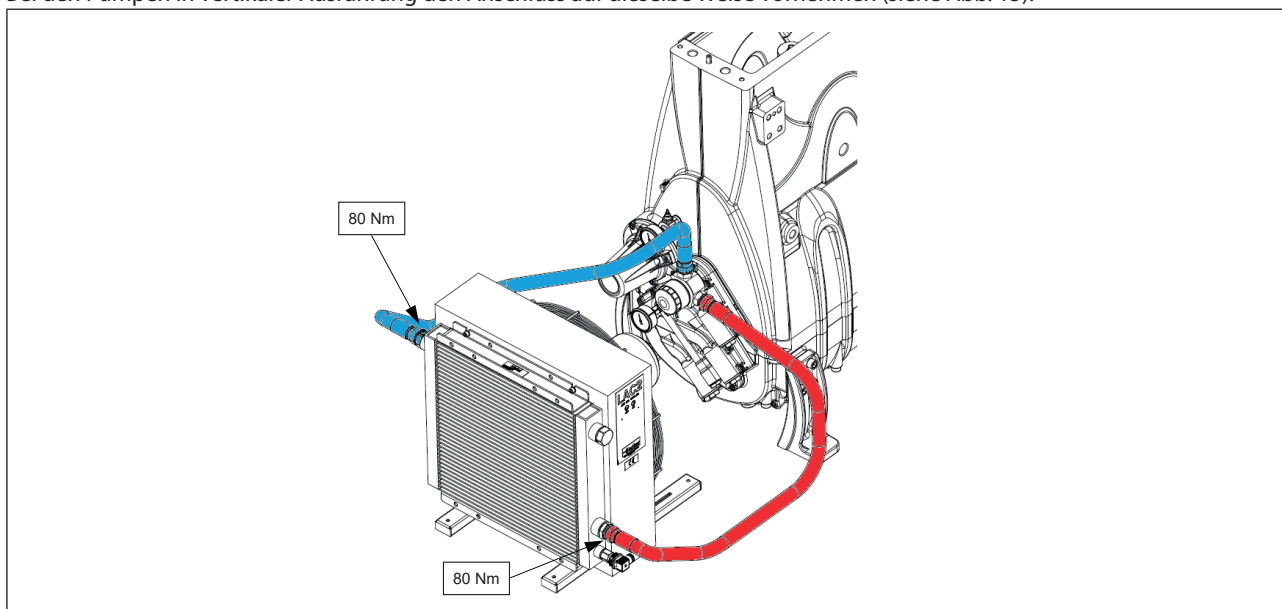

Abb. 15
2. Den ersten Schlauch über die 90°-Verschraubung an den unteren seitlichen Einlassstutzen am Wärmetauscher anschließen (siehe Abb. 15). Mit Anzugsmoment 80 Nm festziehen.
Bei den Pumpen in vertikaler Ausführung den Anschluss auf dieselbe Weise vornehmen (siehe Abb. 15).